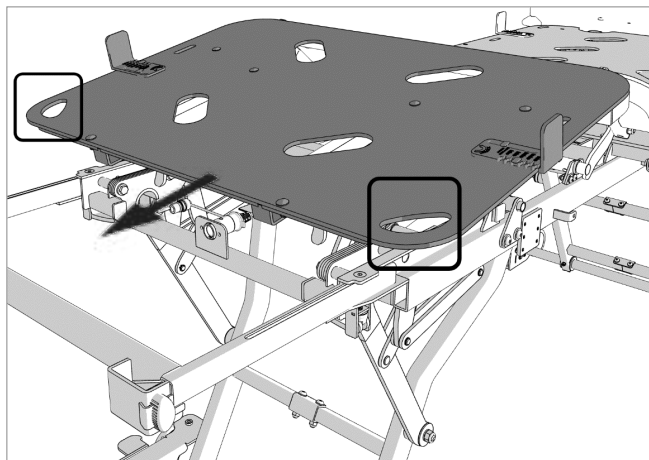
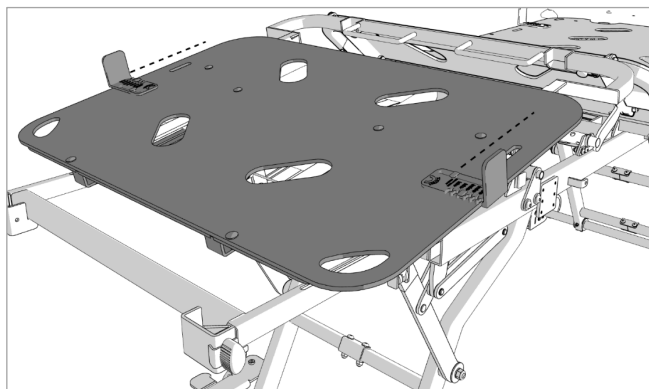

Afbeelding 11.9
Afbeelding 11.10
4. Draai de vergrendelingshendels van de beensteun omlaag om de lengteverstelling van de beensteun te ontgrendelen zoals in de Afbeelding 11.9 en Afbeelding 11.10.